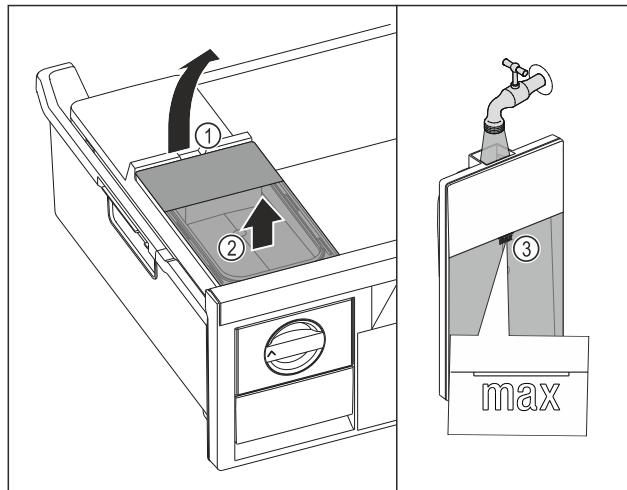

Fig. 98
- Nádržku na vodu nadvihnite za vybranie Fig. 98 (1).
- Nádržku na vodu odoberte nahor. Fig. 98 (2)
- Nádržku na vodu naplňte pitnou vodou po značke Fig. 98 (3).